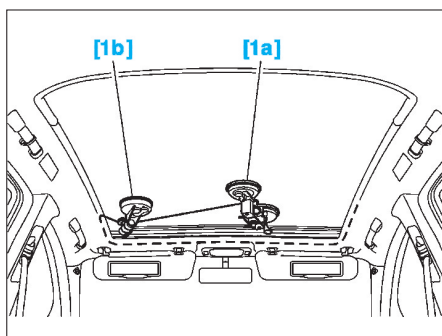

FIG. 80
- Enfiler le fil de découpe dans le dispositif de bobinage [1a] et le serrer (Fig.80).